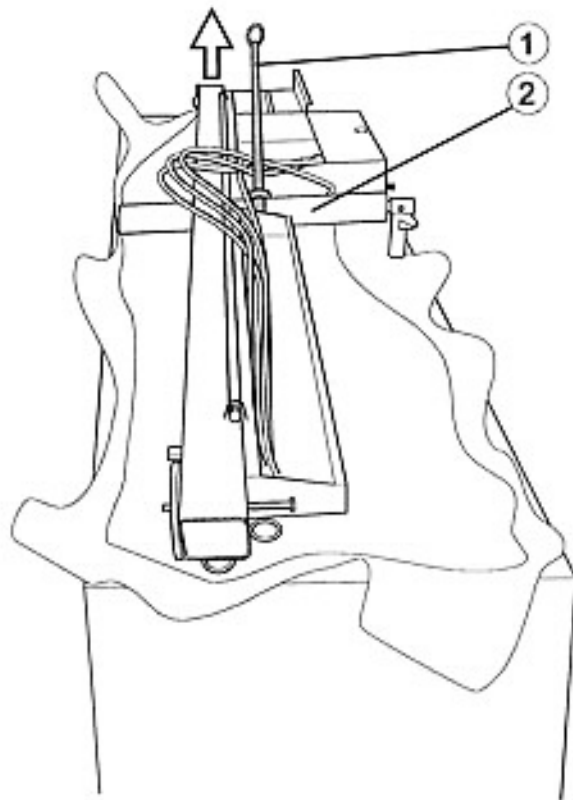

Bild 7 / Fig. 7
- ⇒ Fasten straps or ropes (fig.7, pos.1) to the central column (fig.7, pos.2).
- ⇒ Attacher les sangles ou les cordes (fig.7, pos.1) à la colonne centrale (fig.7; pos.2).
- ⇒ Gurte oder Seile (Bild 7, Pos. 1) am Mittelholm (Bild 7, Pos. 2) befestigen.